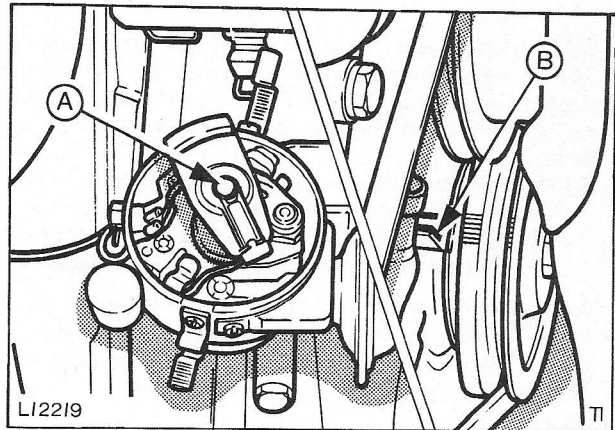

Fig. 42 Motor in BDP stand voor cilinder nr. 1
4. Draai de krukas zover, dat de rotor naar het bougiekabelcontact voor de 1e bougie in de verdelerkap wijst en het BDP-merkteken op de krukspoelie in lijn ligt met het vaste merkteken, zie Fig. 42.